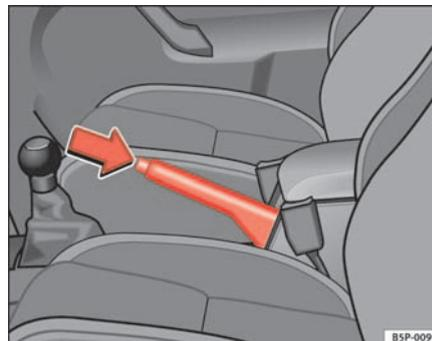

Abb. 97 Handbremse zwischen den Vordersitzen
⇒ Abb. 97.
- Ziehen Sie den Hebel etwas nach oben, drücken Sie den Entriegelungsknopf in Pfeilrichtung ⇒ Abb. 97 und führen Sie den Handbremshebel ganz nach unten ⇒ .